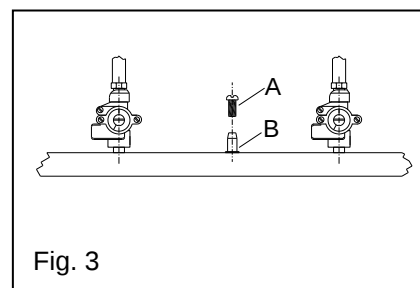

Fig. 3
4.1 Contrôle de la pression d'alimentation (Fig. 3)